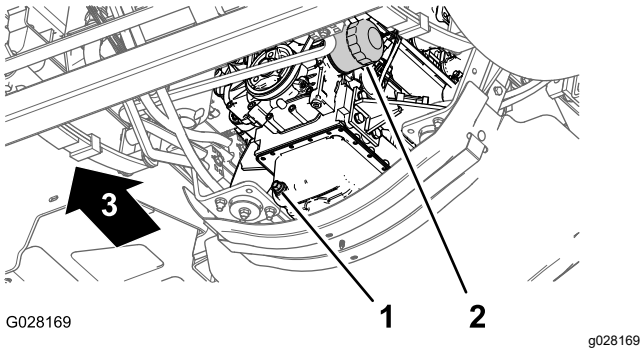

图 75
3. 在机油滤清器下放一个放油盘 图 75。
4. 拆下旧机油滤芯 图 75。
8. 将机油滤清器安装到滤清器安装座上顺时针旋转机油滤清器直至橡胶垫片接触到滤清器安装座然后再将滤清器拧紧  $\frac{1}{2}$  圈 图 75。
1. 对齐排放塞下的排放盘 图 75。
2. 拔掉排油塞让机油完全排出 图 75。